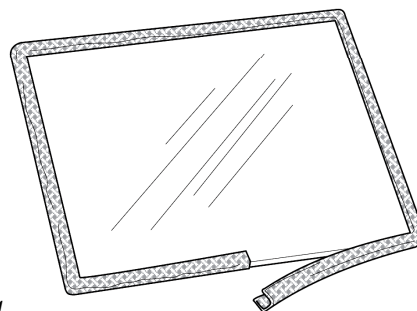

Figure 41. Enveloppez le joint d'étanchéité autour de la vitre.
1. Enveloppez uniformément les bords de la vitre avec le nouveau joint d'étanchéité, en pelant la bande protectrice pour exposer la face adhésive au fur et à mesure. Voir fig. 41. Appuyez la face adhésive sur la surface de la vitre. N'étirez pas le joint d'étanchéité.